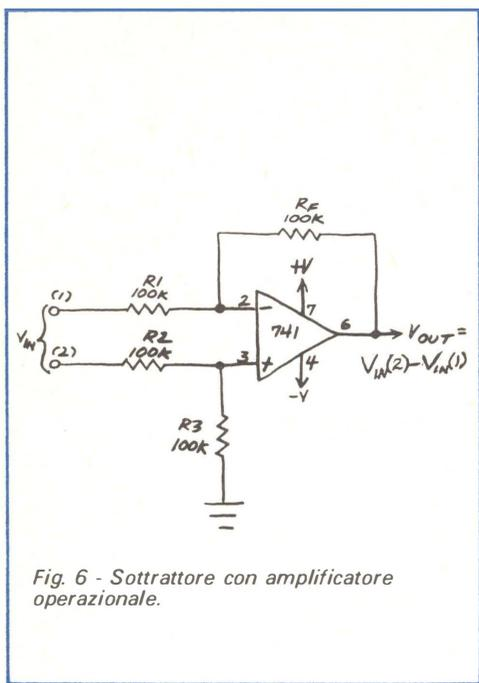

Fig. 6 - Sottrattore con amplificatore operazionale.
**Sottrazione con un amplificatore operazionale** - Un altro circuito di computer analogico è il sottrattore o amplificatore di differenza, illustrato nella fig. 6. Questo circuito si basa sull'abilità di un amplificatore operazionale di amplificare la differenza tra le due tensioni applicate alle sue due entrate. Se il rapporto tra RF e il resistore d'entrata del circuito è uguale a 1, il circuito avrà un guadagno pari all'unità e produrrà la differenza aritmetica delle due tensioni d'entrata, perciò la tensione d'uscita dell'amplificatore di differenza sarà pari a  $V_2 - V_1$ .